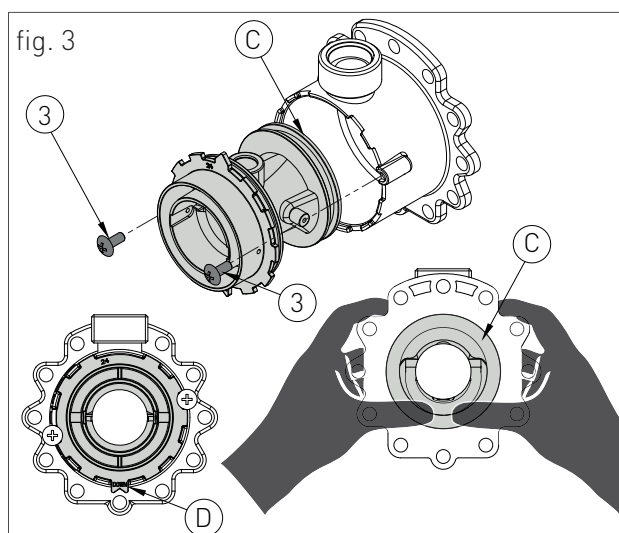

fig. 3
- › svitare le due viti '3' (fig.3) e fare pressione sul lato posteriore del corpo venturi 'C' (fig.3);
- › sostituire il corpo venturi con quello adatto al tipo di gas di rete (Per l'unità master '25 kW' il codice del corpo venturi è 30-00166 per metano / cod. 30-00169 per GPL. Per l'unità slave '50 kW' il codice del corpo venturi è 30-00225 per metano / cod. 30-00226 per GPL) e assicurarsi che l'orientamento del dente 'D' (fig.3) sia verso il basso sulla ghiera in alluminio (vedi fig.3);